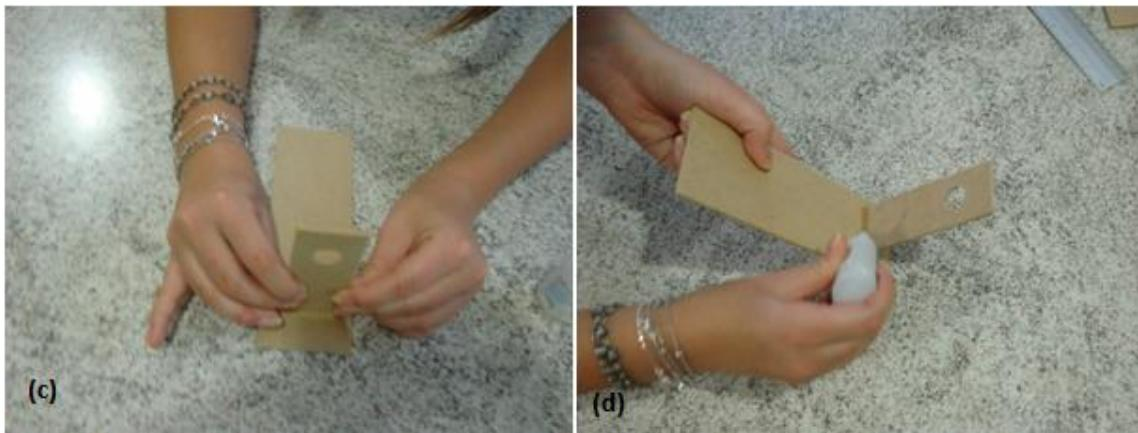

Figura 5. Fixar o suporte para o tubo de ensaio na base.
- 5) Para fixar o suporte para o tubo de ensaio na base, faça uma marca de lápis na base, cerca de dois dedos de uma das extremidades, utilizando a régua para que não fique torto (figura 5.a). Coloque um pouco de adesivo instantâneo no suporte (figura 5.b), para fixá-lo na marca feita na base, tomando o cuidado de deixar o lado com o furo para cima (figura 5.c).
OBS.: se for necessário, coloque um pouco mais do adesivo instantâneo próximo a base para que o suporte fique bem fixo (figura 5.d).